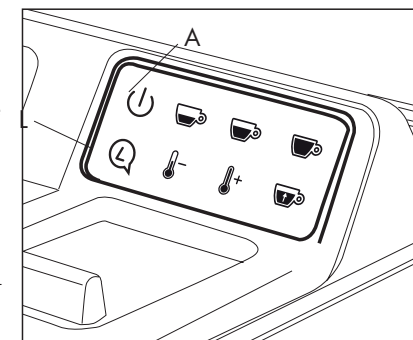

Abb. 9
- Drücken Sie die Taste (L), um die Sprache zu wählen.
- Drücken Sie die Taste A, um die gewählte Sprache zu bestätigen. (Abb. 9)